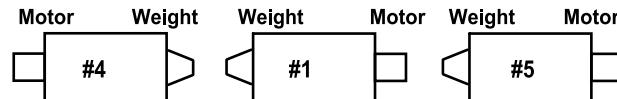
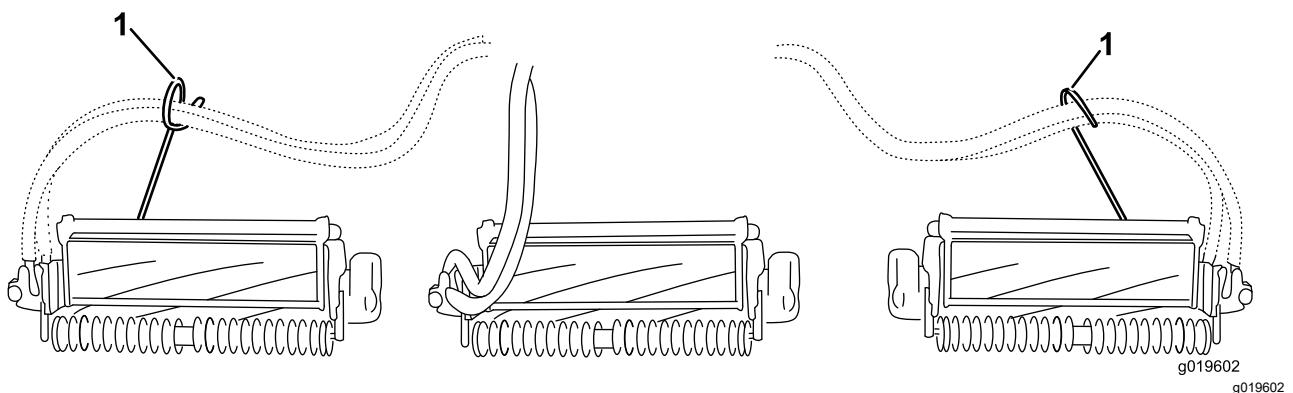
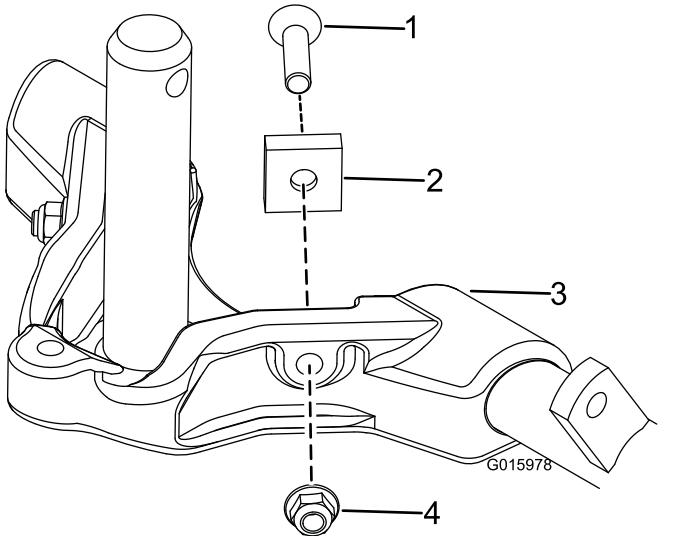

Figura 12
Figura 14
Figura 15
Importante: Sugli elementi di taglio n. 4 (anteriore sinistro) e n. 5 (anteriore destro), utilizzate i dadi di fissaggio della staffa dell'asta per montare le guide del flessibile sulla parte anteriore delle alette degli elementi di taglio. Le guide del flessibile devono essere inclinate verso l'elemento di taglio (da Figura 12 a Figura 14)
6. Aumentate lo sterzo degli apparati di taglio posteriori rimuovendo i (2) distanziali del perno, le viti a esagono incassato e i dadi di bloccaggio flangiati (Figura 15) dai telai portanti degli apparati di taglio (#2 e #3) posteriori (Figura 12).